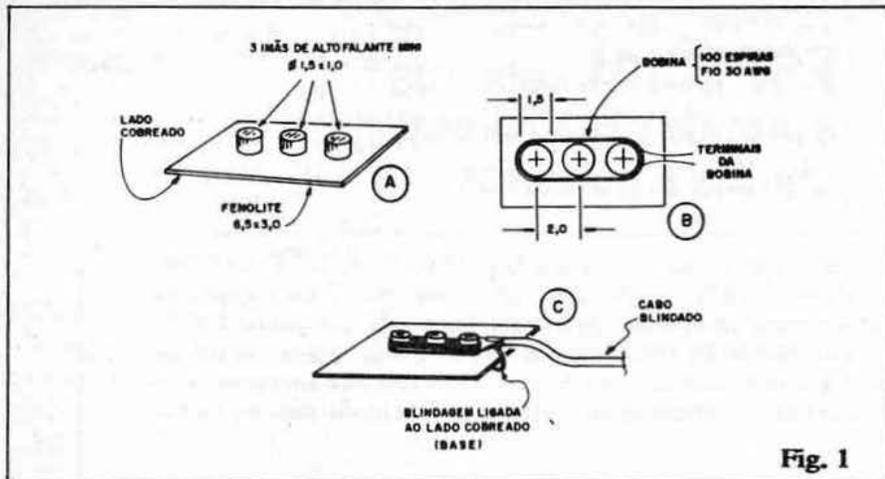
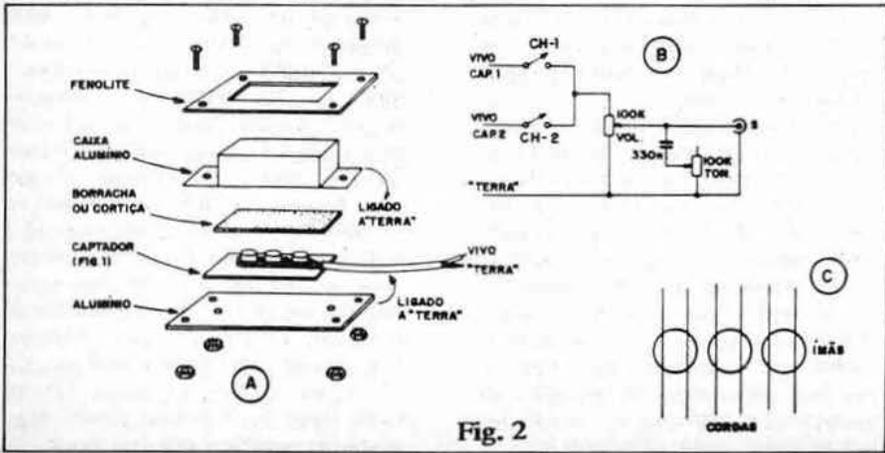
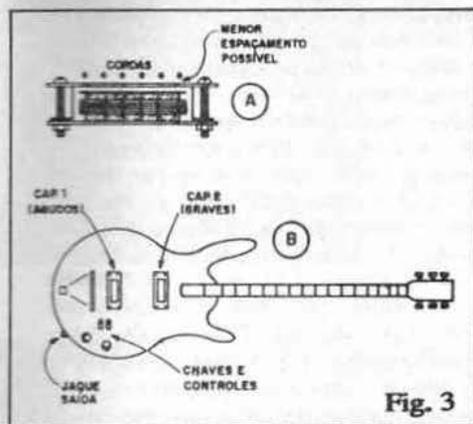

Fig. 1
Fig. 2
Fig. 3
- **FIG. 1 - CONSTRUINDO UM CAPTADOR MAGNÉTICO PARA GUITARRA** - Um captador desse gênero pode ser totalmente "feito em casa", exigindo para tanto apenas materiais de fácil obtenção, e - naturalmente - alguma "mão de obra", além de ferramental básico (nada que o Leitor/Hobbysta provavelmente já não possua, na sua caixa de ferramentas ou "sucata"...). O ponto fundamental é a obtenção dos magnetos (imãs) essenciais ao "miolo" do captador: serão necessários três imãs, de preferência redondos (cilíndricos), com diâmetro tão próximo quanto possível de 1,5 cm., e uma altura em torno de 1,0 cm. cada. Uma "fonte" óbvia desses magnetos são pequenos alto-falantes inuti-
- FIG. 1-B - O espaçamento entre o centro dos magnetos (os três devem ficar alinhados) deve situar-se em torno de 2,0 cm. Uma vez fixados os imãs, o Leitor/Hobbysta deve providenciar cerca de 15 metros de fio de cobre esmaltado nº 30 (ou nº 32) e enrolar 100 voltas do dito fio em torno do trio de magnetos, conforme mostra a figura. Obtidas as 100 espiras, o conjunto deve ser fixado com fita adesiva ou filetes de cola, aplicados ao aglomerado de fios, de modo que a bobina não "desmonte". Mantenha-se, contudo, a superfície superior dos imãs, livre e limpa.
- FIG. 1-C - A ligação elétrica da bobina captadora deve ser feita com cabo blindado mono, fino, conetando-se a "malha" e o "vivo" de tal cabo, indiferentemente aos dois fios/terminais da bobina (não esquecer de raspar o esmalte do fio de cobre, caso contrário a ligação soldada não "pegará"). O
- FIG. 2-A - Vista explodida do captador magnético, em seu todo. As dimensões gerais não são dadas, pois tratam-se de dados ou parâmetros não críticos, dependendo muito das próprias dimensões ou forma do tampo do instrumento ao qual o captador vá ser acoplado. É fácil, porém, inferir as dimensões de cada item, tomando-se como base as medidas do substrato e do conjunto de imãs/bobina (FIG. 1). Como base mecânica geral da "coisa", usamos uma placa retangular de alumínio (ou mesmo lata, recortada na forma e dimensão convenientes...). Para proteção à parte superior do conjunto imãs/bobina, um pequeno retângulo de borracha (pode ser até recortado de câmara de pneu...) ou cortiça. O conjunto básico é fechado numa espécie de caixa de alumínio ou lata (materiais fáceis de recortar e "planificar", dobrando-se nos pontos convenientes, dotada de duas abas para fixação. Finalmente, para fechamento "estético" do captador, um retângulo de fenolite, fórmica ou mesmo plástico rígido, contendo uma "janela" centrada, destinada a receber o topo da "cai-
- FIG. 2-B - A circuitagem (simples) interna da guitarra é mostrada, em esquema, na figura... Notar que normalmente as guitarras usam pelo menos dois captadores, e assim o Leitor/Hobbysta deverá construir dois conjuntos (fig. 1 e 2-A) completos de captação magnética, para um perfeito desempenho. No pequeno circuito de comando e controle, duas chaves simples (CH-1 e CH-2) determinarão qual o captador que deve entrar em ação. Observar bem as conexões dos "vivos" (condutor do "miolo" dos cabos blindados) e "terra" (malha dos cabos blindados). Os controles são dois: um para VOLUME e outro para a TONALIDADE, ambos executados por potenciômetros de 100K. Um capacitor (poliéster) de 330n perfaz o conjunto RC variável do controle de tonalidade (em série com o respectivo potenciômetro). A saída "S" do sistema é normalmente feita através do apropriado jaque (tamanho grande), interligando ao circuito e controles via cabo blindado.
- FIG. 2-C - Importantes aspectos "mecânicos" da implementação: como são três os magnetos, estes devem atuar sobre as cordas do instrumento, duas a duas, ficando fisicamente distribuídos de acordo com o diagrama. QUEM QUISER CONSTRUIR O CAPTADOR PARA USO NUM CONTRA-BAIXO (4 CORDAS) DEVERÁ USAR DOIS IMÃS DE DIÂMETRO UM POUCO MAIOR, OU ENTÃO QUATRO IMÃS DE DIÂMETRO UM POUCO MENOR (PROPORCIONANDO O POSICIONAMENTO DE CAPTAÇÃO DAS CORDAS, RESPECTIVAMENTE DUAS A DUAS OU UMA A UMA...).
- FIG. 3-A - Ainda quanto aos aspectos "mecânicos" do sistema: para bom rendimento e sensibilidade, é importante que o topo do captador guarde a menor distância possível - na instalação final - com relação ao plano das cordas do instrumento. Observar que esse ajuste mecânico normalmente será
- **FIG. 3-B** - Para que ocorra uma eficiente captação harmônica do som do instrumento, normalmente são necessários **dois** captadores (conforme já foi dito). Estes devem ser posicionados da seguinte forma: um bem próximo ao cavalete ou pente (extremidade das cordas), destinado à captação dos harmônicos **AGUDOS**, e outro junto ao fim do braço do instrumento (mais próximo à zona central das cordas), para captação dos tons fundamentais, mais **GRAVES**. Músicos mais exigentes poderão acoplar até **três** captadores (mais um, em posição central com relação aos dois mostrados na figura), configurando o necessário chaveamento (ver FIG. 2-B) de modo a proporcionar inúmeras possibilidades harmônicas de captação. Ainda na figura, vemos as posições tradicionais adotadas para os controles (potenciômetros e chaves), bem como a localização prática do jaque de saída.